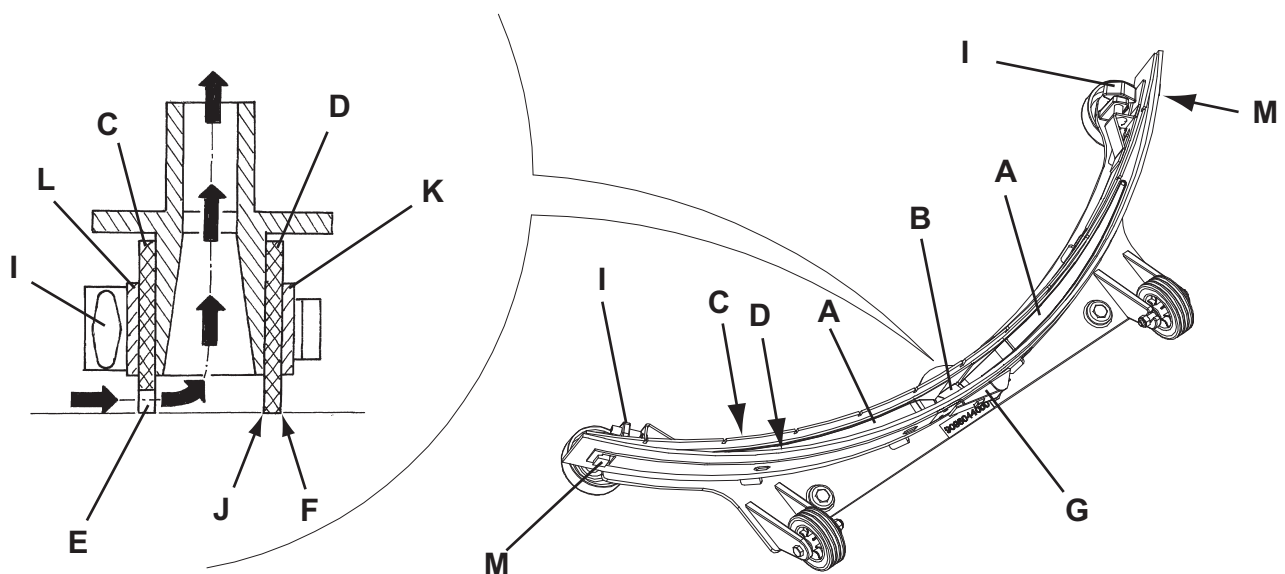

Abbildung 3
2. Netzkabel (3) vom Stromnetz lösen und auf den Halter (4) wickeln.
3. Sauglippe (21) mit dem Hebel (7) absenken.
4. Sterngriffe (22) lösen und Sauglippe (21) abnehmen.
5. Ansaugrohr (11) von der Sauglippe abnehmen.
6. Die Sauglippe (Abb. 3) waschen und reinigen. Besonders den Schmutz und Abfälle von den Förderöffnungen (A) und der Ansaugöffnung (B) beseitigen. Überprüfen, ob der vordere (C) und der hintere Gummi (D) unversehrt sind und keine Schnitte oder Risse aufweisen, gegebenenfalls austauschen (siehe nachstehender Absatz).
1. Die Sauglippe (Abb. 3) reinigen, und dabei wie angegeben im vorhergehenden Abschnitt vorgehen.
2. Prüfen dass der Saum (E, Abb. 3) des Vordergummis (C) und der Saum (F) des Hintergummis (D) gleichzeitig auf einem flachen Fußboden über ihre ganze Länge ruhen, ansonsten in der Höhe wie folgt beschrieben einstellen:
- Den Zugstab (G) entfernen und die Befestiger (M) lösen, das Hintergummi (D) einstellen und die Befestiger ankuppeln und den Zugstab installieren.
- Sterngriffe (I) lösen und vorderen Gummi (C) einstellen. Sterngriffe wieder festdrehen.
3. Überprüfen, ob der vordere (C) und der hintere Gummi (D) unversehrt sind und keine Schnitte oder Risse aufweisen, gegebenenfalls wie folgt austauschen. Überprüfen, ob die Vorderkante (J) des hinteren Gummis verschlissen ist. Gegebenenfalls Gummi umdrehen und eine der drei unversehrten Kanten als Vorderkante verwenden. Sind auch die anderen drei Kanten abgenutzt, Gummi wie folgt austauschen:
- Zugstange (G) entfernen, Haltevorrichtungen (M) lösen, Haltestreifen (K) abnehmen und hinteren Gummi (D) umdrehen/austauschen.
1. Netzkabel (3) vom Stromnetz lösen und auf den Halter (4) wickeln.
3. Den Deckel (18) in der Waschposition (L, Abb. 3) bringen.
4. Den Deckel (A), die Tanks (B und C) und das Ansauggitter mit automatischem Schwimmverschluss (D) mit klarem Wasser reinigen und waschen.